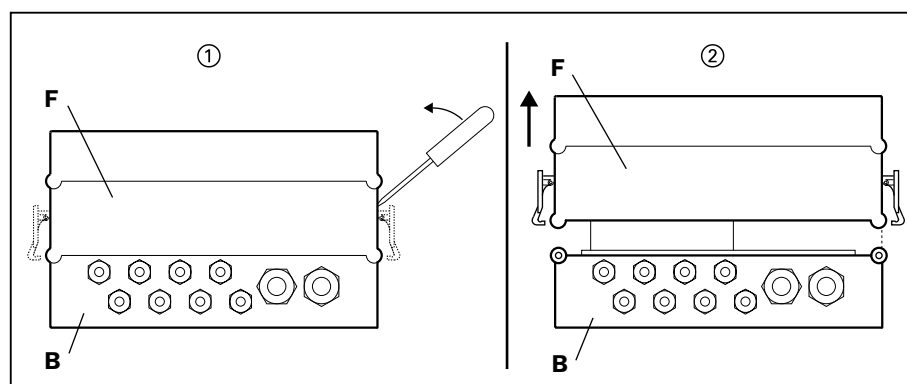

Fig. 4-1 : Dépose la partie avant du boîtier IP 65
1. Dégager avec un tournevis le blocage des fermetures à charnière, les ouvrir ① déposer couvercle avant du boîtier ② (cf. fig. 4-1).